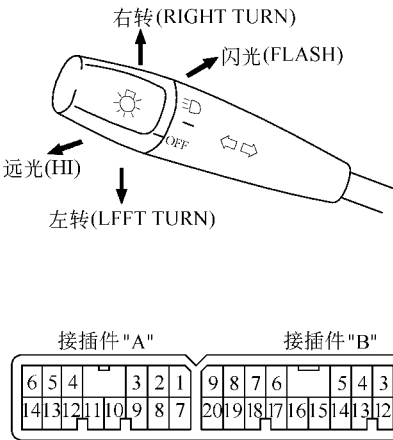

图 18-73 检查组合开关
(1) 检查组合开关。组合开关和接插件如图 18-73 所示。其端子导通情况是：